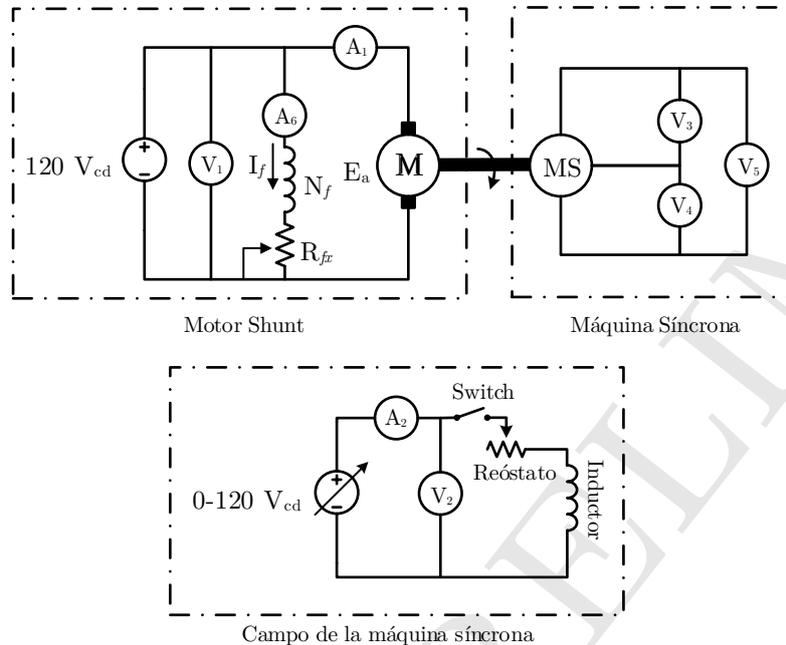

Figura 1: Prueba de circuito abierto.
- 1) Armar el circuito mostrado en la Figura 1. Dejar abiertas las terminales de la armadura de la máquina síncrona la cual está conectada en Y-Y.